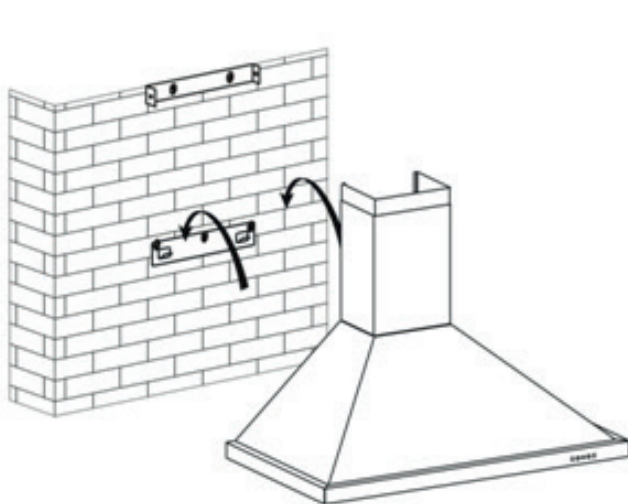

Bild 4
- 1.4 Setzen Sie Die Haube auf die Verankerung (siehe Bild 4).